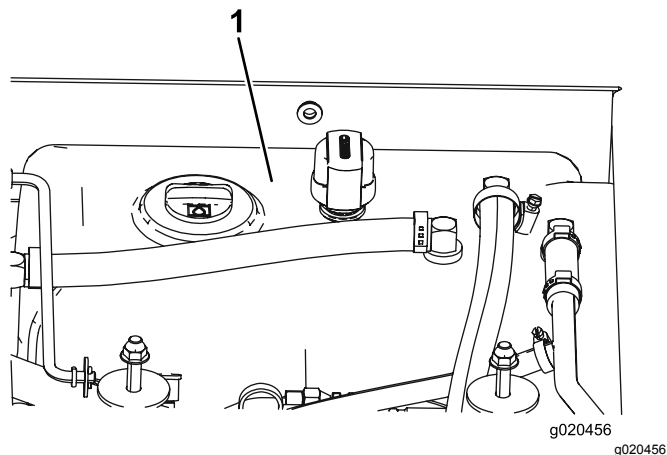

Figura 100
- Riempite il serbatoio (Figura 100) di fluido idraulico; fate riferimento a Controllo del fluido idraulico \(pagina 71\).